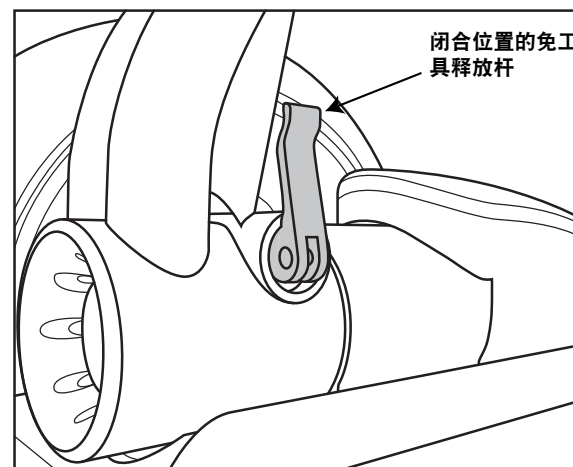

图 3. 紧固免工具释放杆，使手柄处于闭合位置
3. 将免工具释放杆穿过提供的垫圈，松松地拧入楔形夹紧件。在拧入时确保手柄处于闭合位置。请参见图 3。